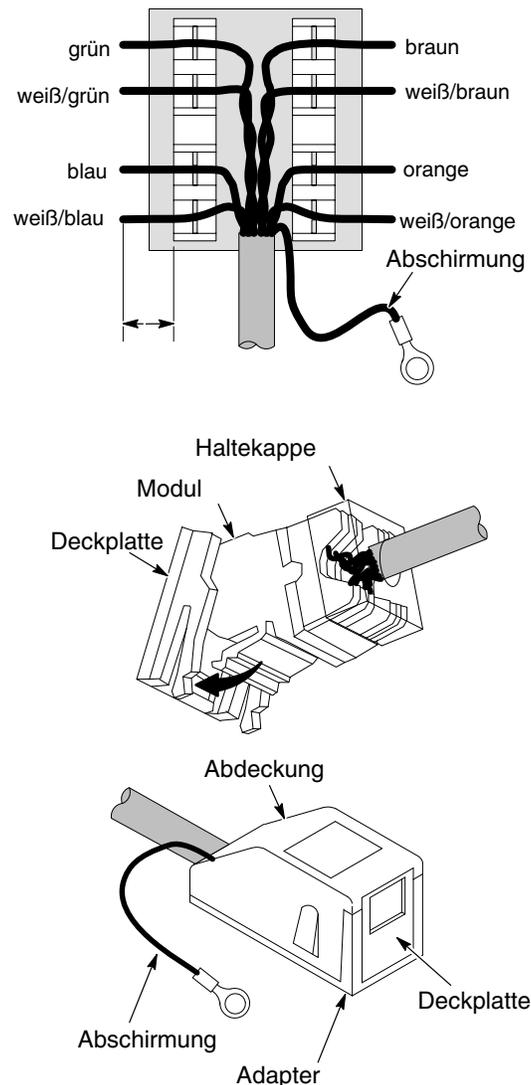

Abbildung 3-11 Anschluss des Ethernetkabels am Abschlussmodul
6. Siehe Abbildung 3-11. Die verdrehten Adernpaare gemäß Schaltplan T568-B im Modul anschließen. Dabei müssen die Enden auf einer Länge von mindestens 6 mm (1/4 Zoll) in den Anschlussklemmen stecken. Die Verdrehung der Adern bis möglichst dicht an die Klemmen beibehalten. Die Adern mit einem Einpresswerkzeug 110 befestigen.